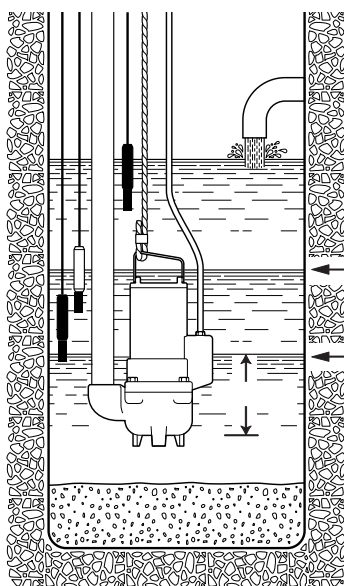
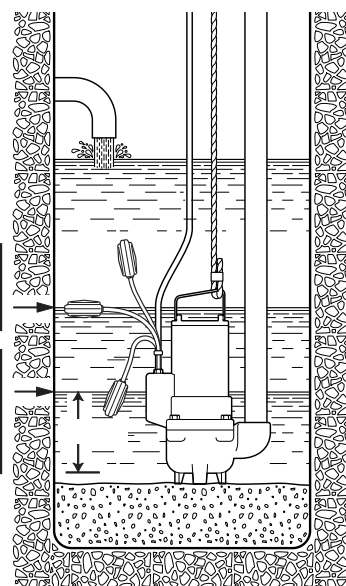

Fig. 3
Fig. 4
- beweglich, mit der Elektropumpe die am Boden des Abflussschachtes oder des Beckens (Abb.4) aufliegt, oder hängend mittels einem dafür geeigneten Seil oder Kette aus widerstandsfähigem Material, verankert am Handgriff oder Stützhaken (Abb. 3).